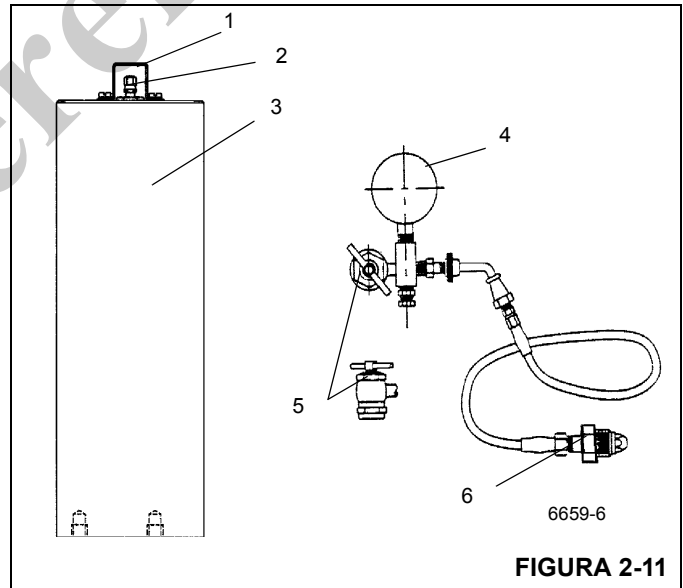

FIGURA 2-11
protector y la tapa de la válvula de gas del acumulador (Figura 2-11).
2. Antes de conectar el conjunto de carga de gas (Figura 2-11) a la válvula de gas del acumulador, desenrosque la manija en "T" del adaptador de gas completamente (gírela en sentido contrahorario).
6. Si la presión mide 62 +4/-0 bar (900 +50/-0 psi), retire el conjunto de la válvula de carga girando la manija en "T" completamente hacia afuera del adaptador de gas y después abriendo la válvula de purga (Figura 2-11).
1. Con el motor apagado, descargue todo el aceite a presión almacenado en los acumuladores pisando el pedal de frenos de servicio en la cabina varias veces. Retire el protector y la tapa de la válvula de gas del acumulador (Figura 2-11).
3. Antes de conectar el conjunto de carga Figura 2-11 a la válvula de gas del acumulador, desenrosque la manija en "T" del adaptador de gas completamente (sentido contrahorario).
7. Si la presión de precarga es mayor que 62 +4/-0 bar (900 +50/-0 psi), cierre la válvula del cilindro de nitrógeno y abra la válvula de purga lentamente en el conjunto de carga (Figura 2-11) hasta que la presión de precarga tenga el valor correcto.